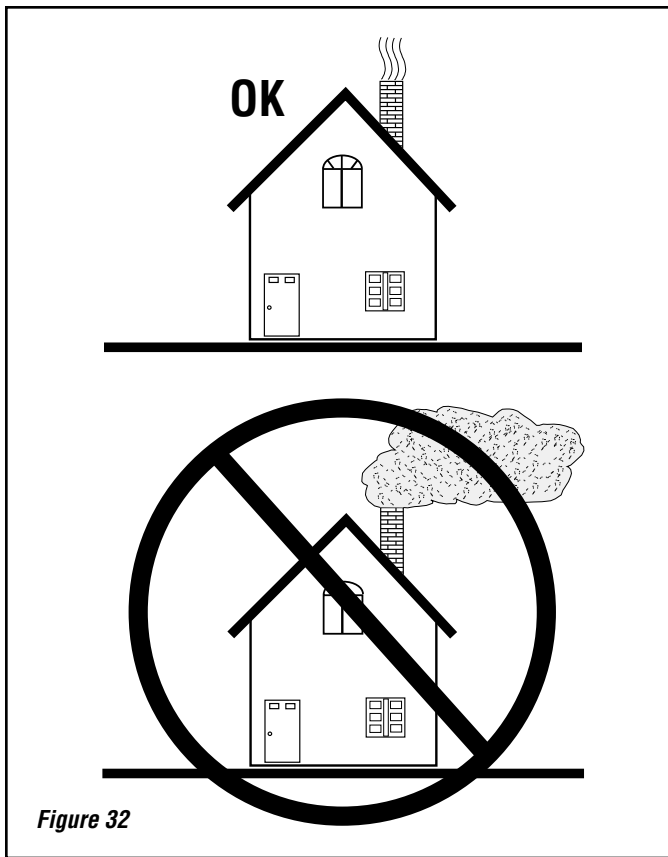

Figure 32
7. Pour obtenir les meilleurs résultats, utiliser de petits morceaux de bois afin de faire monter la température du poêle, puis charger de plus gros morceaux pour maintenir la flambée. Si nécessaire, entrouvrir la porte pour permettre l'allumage de la charge de combustible. Ne pas laisser l'unité sans surveillance quand la porte avant est légèrement ouverte. Après quelques minutes de forte flambée, ajouter des morceaux de bois plus gros puis régler le registre de gauche en fonction de la production de chaleur voulue. Vérifier l'évacuation toutes les 15 à 20 minutes (voir figure 32). Une fumée importante indique que le réglage est incorrect (trop élevé ou trop faible). Ajuster le réglage puis revérifier 5 à 10 minutes plus tard.
6. Sortir de l'habitation et vérifier la cheminée. La quantité de fumée doit être très réduite ; une quantité plus élevée indique un gaspillage de chaleur, une accumulation de créosote et de la pollution (*voir figure 32*).